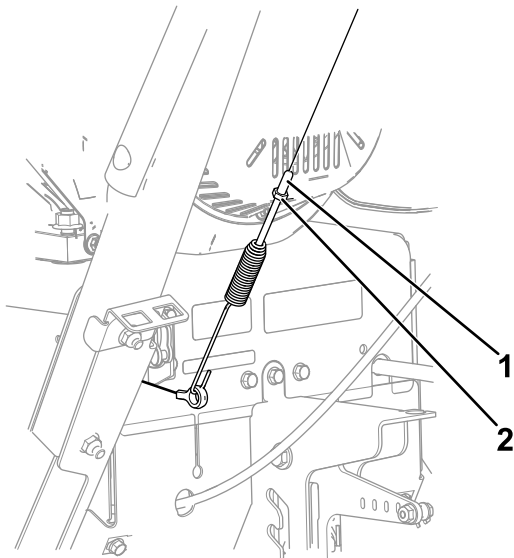

Figura 29
1. Slăbiți contrapiulița (Figura 29).